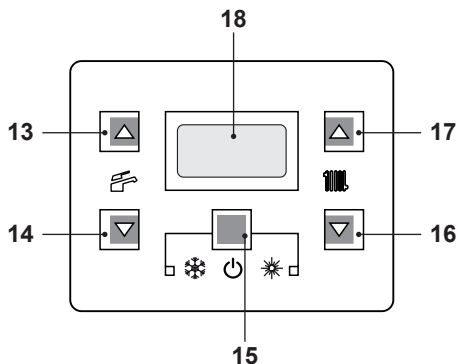

Figura 6.7
- Mantenga pulsado durante 2 segundos el botón 15 hasta que aparezcan en la pantalla los símbolos  y  (Figura 6.7).
- Apague la caldera manteniendo pulsado durante 2 segundos el botón 15 (Figura 6.7) hasta que aparezca en la pantalla LCD el símbolo  (Figura 6.6).